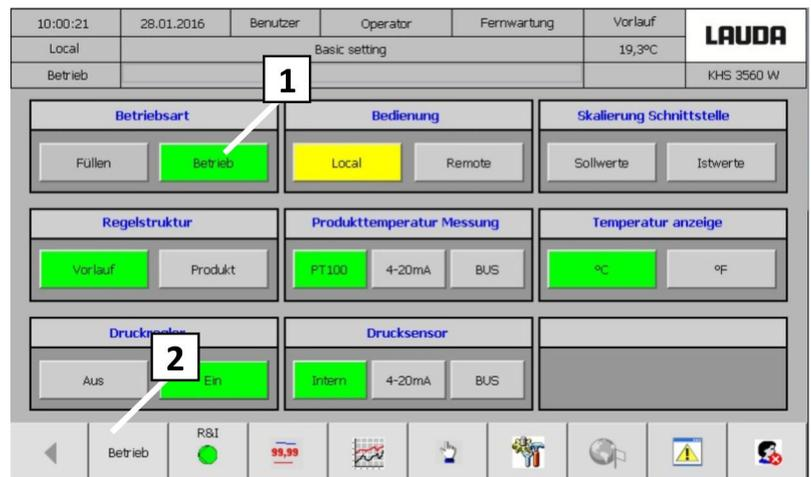

Abb. 35: Bildschirm Grundeinstellung
Erst wenn der Mindestfüllstand im Ausdehnungsgefäß erreicht, das Wärmeträgersystem vollständig entlüftet und auch die Mindestströmung (F100) über dem Abschaltpunkt liegt, darf der Wahlschalter am Touchscreen auf „Betrieb“ umgeschaltet werden (Abb. 35).
25. Wahlschalter am Touchscreen von „Füllen“ auf „Betrieb“ umschalten (Abb. 35 [1])
27. Bildschirm Betrieb aufrufen (Abb. 35 [2])